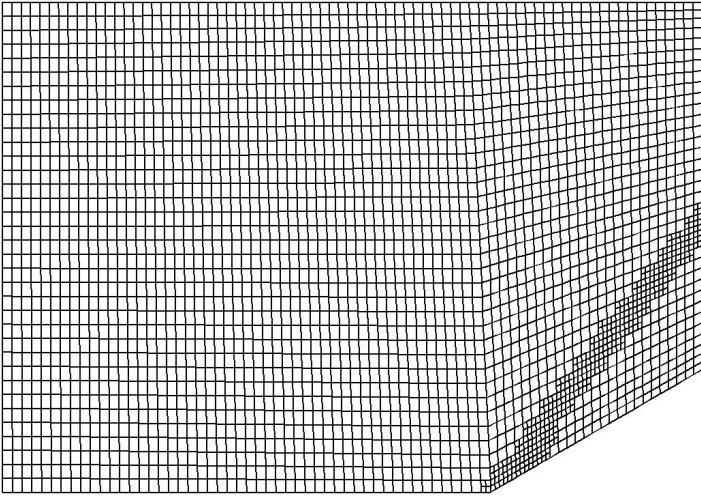

Рис. 3.35
5) Вернемся в окошко Gradient Adaption из пункта 3. В строке Refine Threshold введем значение 10000 и нажмем кнопку Mark. Это действие дает возможность отметить все точки, где градиент статического давления больше 10000. Эти точки задают границу переходной области. Количество точек можно увидеть в окне консоли. Далее, в окне Gradient Adaption кликаем кнопку Adapt, в окне Results – Graphics and Animations– Mesh строим получившуюся сетку. На рис. 3.35 видно, что сетка изменила свой вид и имеет загущение в окрестности косой ударной волны.